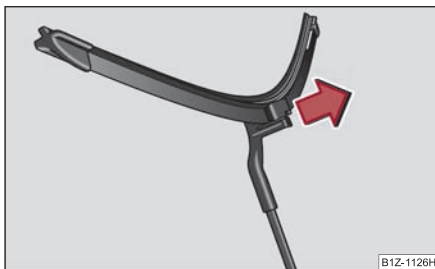

Fig. 69 Lamela ștergătorului de parbriz
- Trageți lamela în sensul indicat de săgeata ⇒ fig. 69 ⇒ ⚠.
- Rabatați brațele ștergătoarelor pe parbriz și puneți contactul. Prin apăsarea manetei ștergătoarelor în poziția ④ ⇒ fig. 69 sau la deplasarea cu viteze peste 4 km/h, brațele ștergătoarelor revin la poziția de repaus.